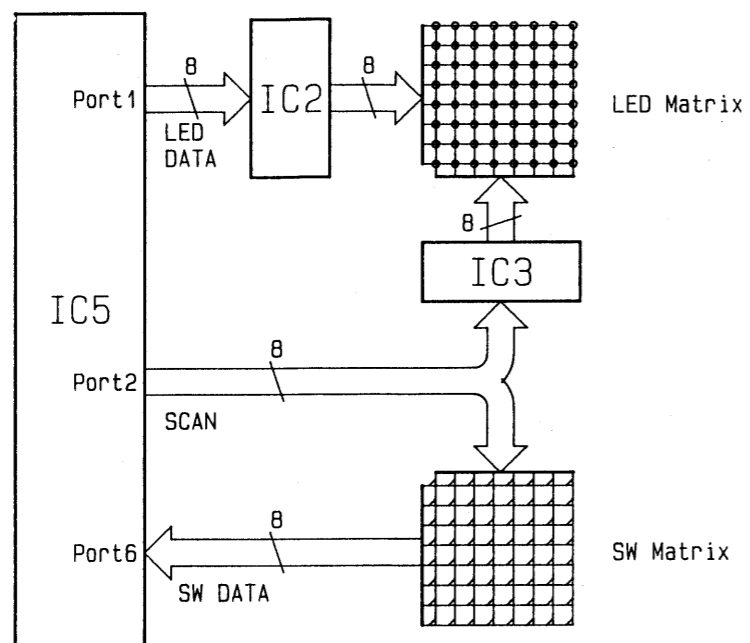
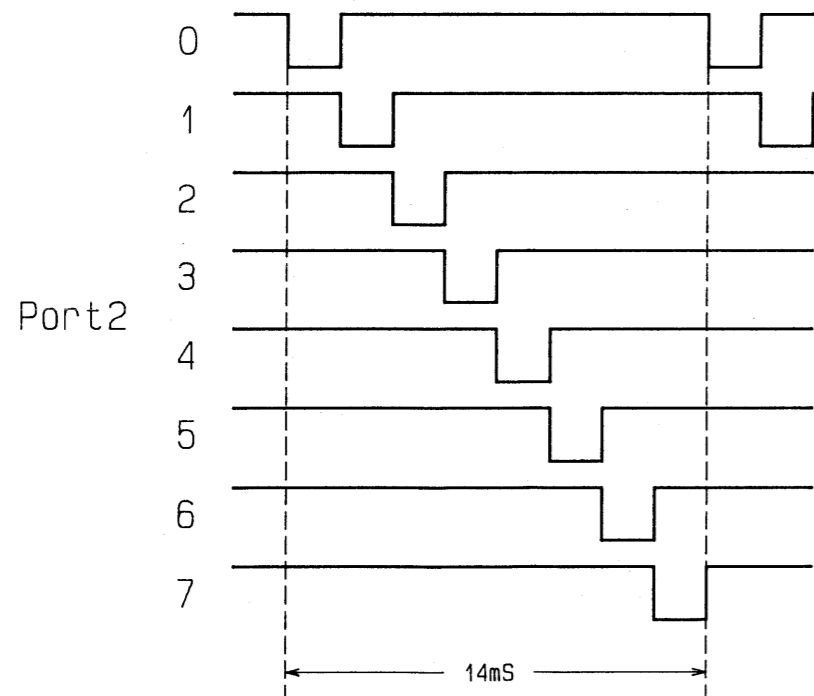

Fig.8
Fig.9
• The switch consists of an 8×8 matrix, and it is scanned by port 2 of IC5. Scanning pulse is active during Low, and it is also shares use with the scanning for dynamic lighting of the LEDs. Switch data is read in from port 6. (See Fig.8, Fig.9.)
• スイッチは8×8のマトリクスに構成され、IC5のポート2によってスキャンされています。スキャンニング・パルスはアクティブLowであり、LEDのダイナミック点灯用スキャンと兼用になっています。スイッチ・データはポート6から読み込まれます。(Fig. 8、Fig.9)
• The LED consists of an 8×8 matrix just like the switch, and dynamic lighting is accomplished. The matrix is scanned by port 2 of IC5 and data for lighting are output from port 1. The LEDs are lit up by the power flow of the driver IC2 and IC3 (on the MB).(See Fig.8.)
• LEDはスイッチと同様、8×8のマトリクス状に構成され、ダイナミック点灯が行われています。マトリクスはIC5のポート2によってスキャンが行われ、ポート1からは点灯用データが出力されます。LEDはドライバーIC2及びIC3 (on MB) の電流出力で点灯します。(Fig.8)